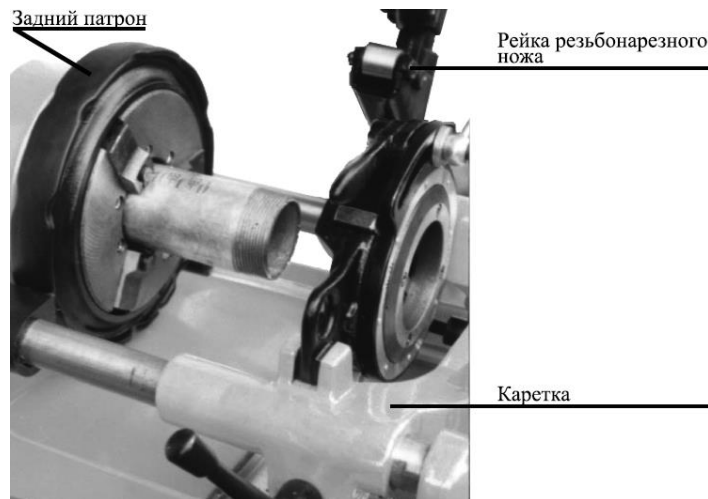

Рис.4
3. Потяните вверх резьбонарезной нож и рейку для скашивания кромки, опустите резьбонарезную головку в положение для нарезания резьбы. Вращайте ручной маховик каретки, чтобы придвинуть резьбонарезную головку к торцу трубы.(см. рис.4)